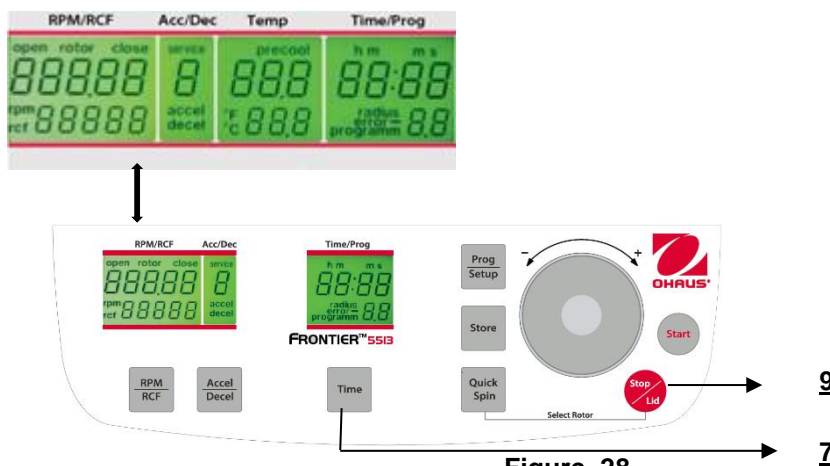

Figure. 28
La centrifugeuse étant hors tension, appuyer simultanément sur les touches "**Time**"(7) et "**Stop/Lid**" (9), et mettre la centrifugeuse sous tension avec le commutateur principal. Relâcher les deux touches ; il en résultera l'exécution d'un test de l'affichage pendant environ 5 secondes. Tous les indicateurs apparaîtront simultanément (voir la figure 28).